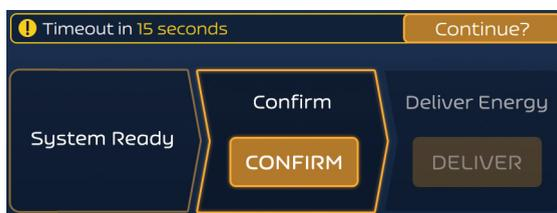

Figura 8. Messaggio di avvertenza del timeout
- Una volta premuto il pulsante PREPARE (PREPARAZIONE), rimarrà abilitato per circa quattro minuti. Dopo questo periodo di tempo, il generatore PFA FARASTAR tornerà allo stato "Idle" ("Inattivo"), richiedendo una nuova inizializzazione. Viene visualizzato un conto alla rovescia entro 15 secondi dal timeout. È possibile premere il pulsante CONTINUE (CONTINUA) durante il conto alla rovescia per avviare un secondo periodo di timeout di quattro minuti (vedere Figura 8). Dopo il secondo periodo di timeout, il generatore PFA FARASTAR tornerà allo stato "Idle" ("Inattivo"), richiedendo una nuova inizializzazione.
Nota: il pulsante DELIVER (EROGAZIONE) è abilitato solo per 10 secondi; trascorsi i quali dovrà essere premuto di nuovo il pulsante CONFIRM (CONFERMA). Anche il pulsante CONFIRM (CONFERMA) è abilitato solo per 4 minuti. Dopo questo periodo di tempo, il generatore PFA FARASTAR tornerà allo stato "Idle" ("Inattivo"), richiedendo una nuova inizializzazione. Viene visualizzato un conto alla rovescia entro 15 secondi dal timeout. È possibile premere il pulsante CONTINUE (CONTINUA) durante il conto alla rovescia per avviare un altro periodo di timeout di quattro minuti (vedere Figura 8).